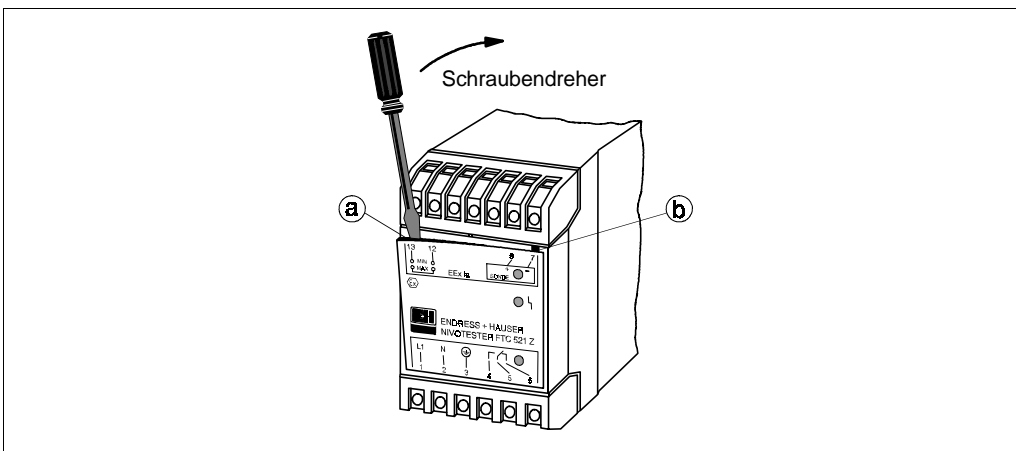

Abb. 9
- Die Abgleichelemente liegen hinter der abklappbaren Frontplatte. Öffnen der Frontplatte siehe Abb. 9.